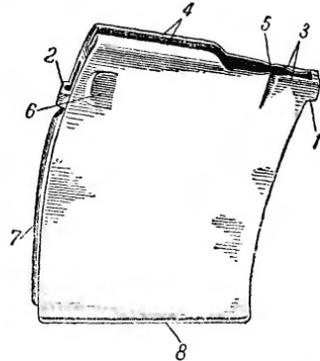

Рис. 41. Коробка магазина:
**42. Коробка магазина** (рис. 41) служит для помещения подающего механизма и патронов. Она имеет: передний выступ, заходящий за уступ передней стенки окна ствольной коробки при постановке магазина; задний выступ для защелки магазина; передние загибы для ограничения подъема подавателя; загнутые крылья для удержания и направления